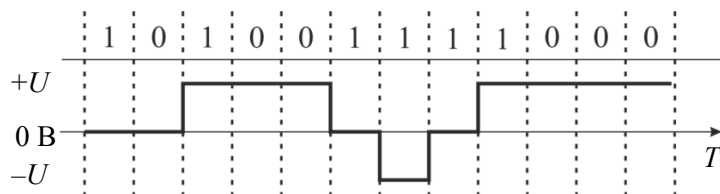

Рис.14. Код MLT-3
- логическая «1» передается циклическим изменением уровня напряжения:  $+U$ ,  $0$ ,  $-U$ ,  $0$ ,  $+U$  (рис.14).